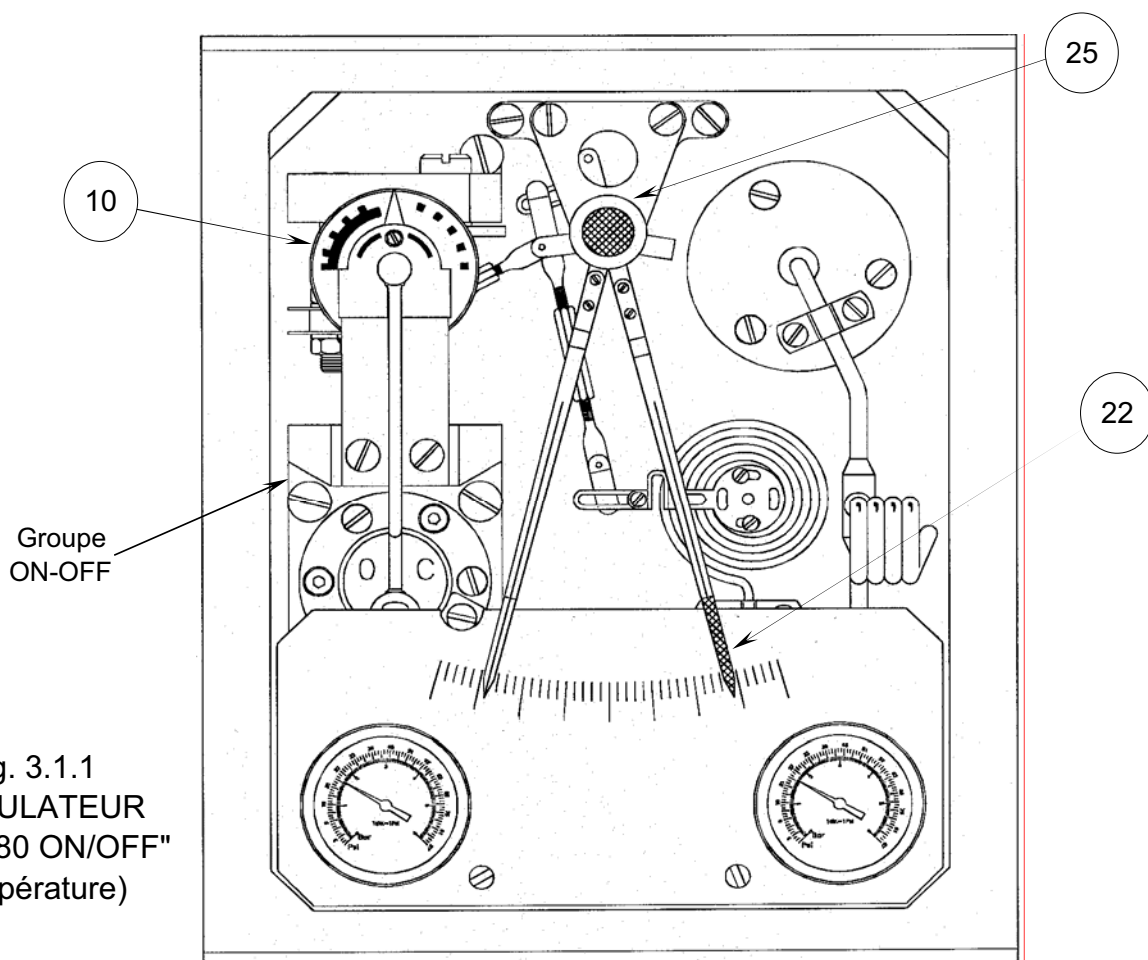

Fig. 3.1.1
3.1. REGULATEUR ON-OFF (Fig. 3.1.1)